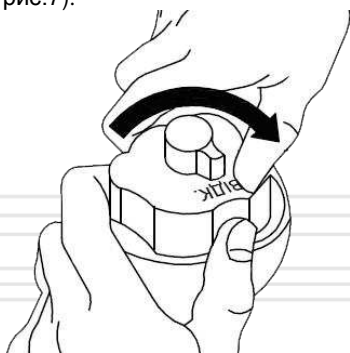

Рисунок 7. Дихальний клапан паливного бака
1. Відкрийте дихальний клапан (в положення «ВІДК») засувкою кришки паливного бака (див. рис.7).